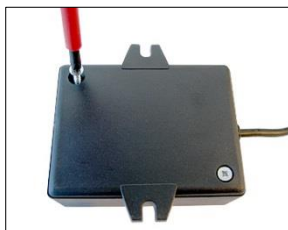

Bild 1
- Öffnen Sie die 2 Deckelschrauben auf der Rückseite des WIFI Modules (Bild 1)